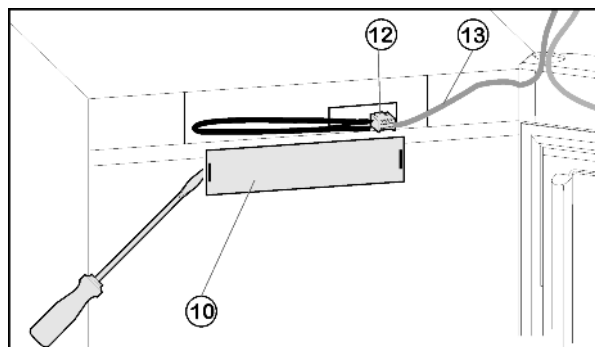

Fig. 4
- ▶ Снимите переднюю накладку Fig. 4 (10) с помощью плоской отвертки.
- ▶ Снимите контакт и извлеките разъем Fig. 4 (12).
- ▶ Высвободите из направляющей серый кабель Fig. 4 (13).
- ▶ Снова установите разъем Fig. 4 (12).
- ▶ Снова установите крышку Fig. 4 (10).